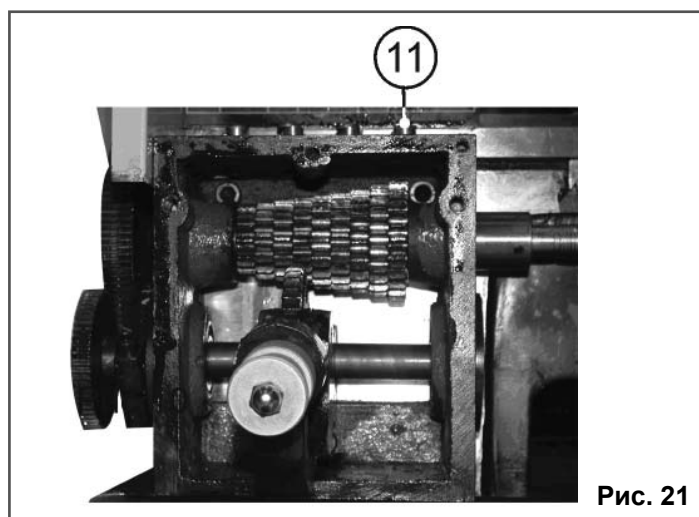

Рис. 21
11.2. Схема смазки (Рис. 21а, 21б, 21в)
Рис. 21а